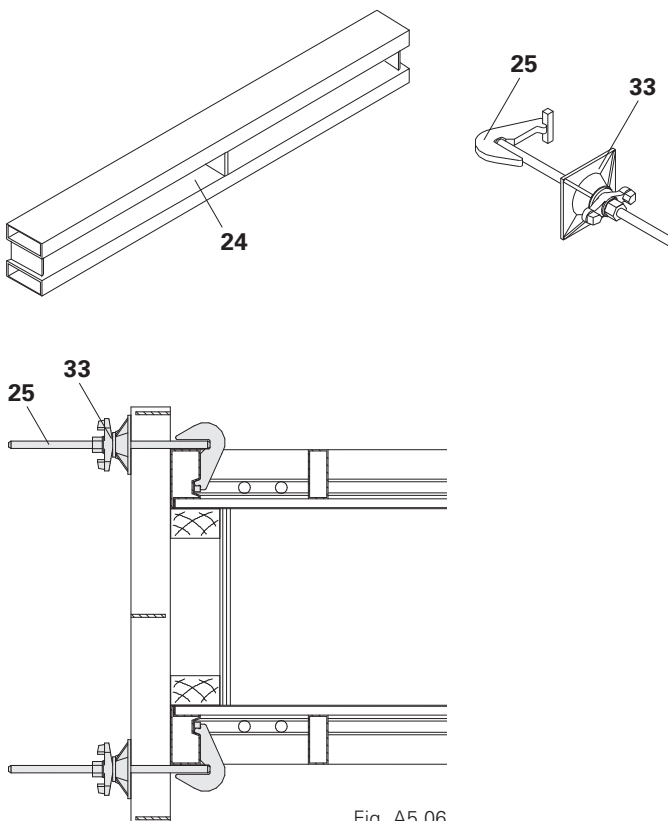

Fig. A5.06
1. Faire passer l'ancrage d'about (25) par la filière (24) et l'accrocher dans les profils de cadre des éléments.
2. Serrer à fond à l'aide de la plaque-écrou orientable (33).
- (Fig. A5.06)